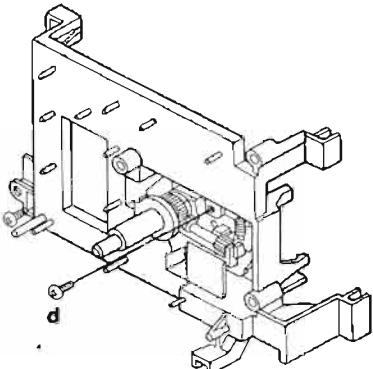

Abb. 7 Fig. 7
- Schraube d herausdrehen (Abb. 7).